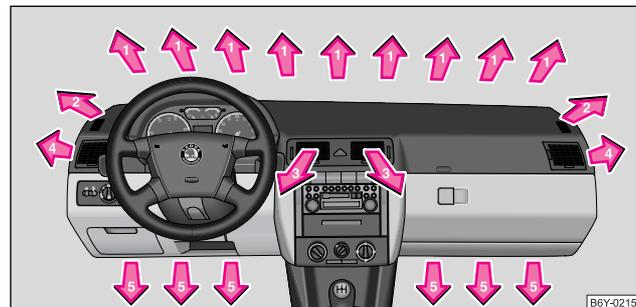

Abb. 87 Luftaustrittsdüsen
- Luftaustrittsdüsen **4** → Seite 99, Abb. 87 öffnen und zur Seitenscheibe richten.
Luftaustrittsdüsen **4** → Seite 99, Abb. 87 öffnen und zur Seitenscheibe richten.
- Luftaustrittsdüsen **3** und **4** \Rightarrow Seite 99, Abb. 87 öffnen